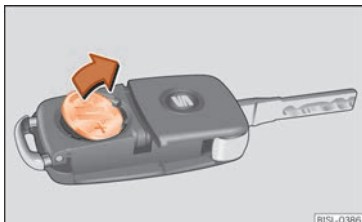

Fig. 101 Clau del vehicle: retirar la pila.
- Traieu la pila del compartiment amb un objecte fi adequat »» fig. 101.
- Poseu la pila nova en el compartiment pressionant-la tal com es mostra »» fig. 101, en sentit contrari a la fletxa »» ❶.